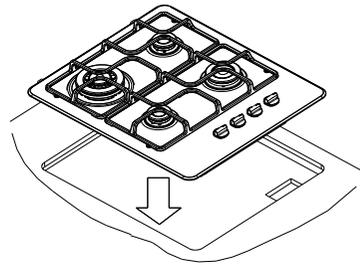

fig.4
1. Retire todo el embalaje de su encimera, considere que; si ya no le sirve este debe ser reciclado y proceda a introducir su artefacto dentro del agujero de empotre, verificando que esta quede centrada, Fig.4